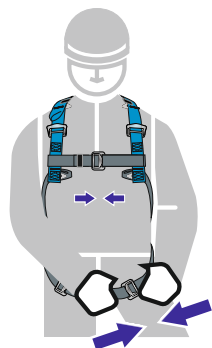

рис. 6
6. Протянуть по очереди набедренные лямки между ног и застегнуть пряжки (**рис. 6**).